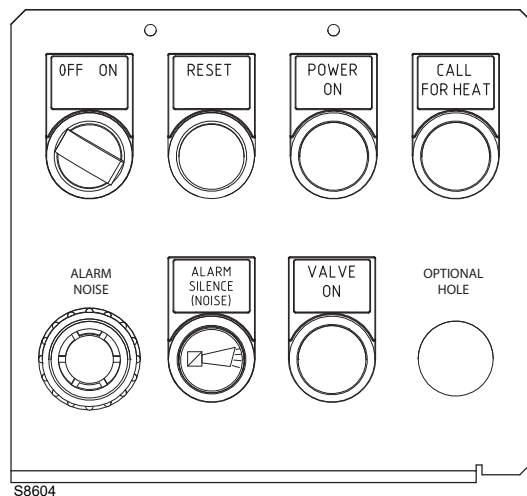

Fig.23
- La tension électrique est disponible (le signal lumineux « **POWER ON** » doit être allumé) (Fig.23).
- Tourner le sélecteur « **ON/OFF** » (Fig.23) sur « **ON** » et vérifier s'il y a demande de chaleur (thermostat sur ON).
Légende (Fig.23)